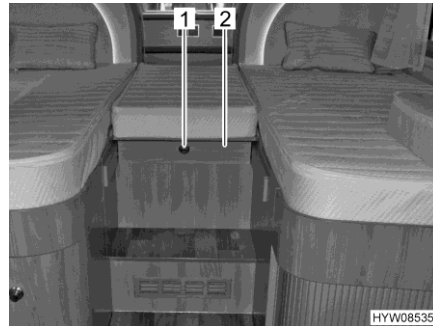

Fig. 84 Letto singolo (coda)
- Premere il bottone automatico (Fig. 84,1) e aprire il diaframma (Fig. 84,2).